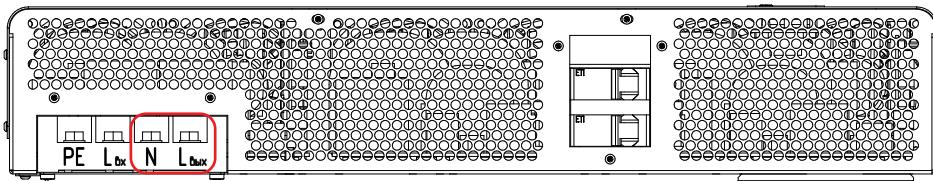

Рисунок 38. Стабилизатор Штиль IS12000. Выводы «N-Лвых»
- у моделей IS12000, IS15000 к выводам «N-Лвых» (**рисунок 38 и 39**).